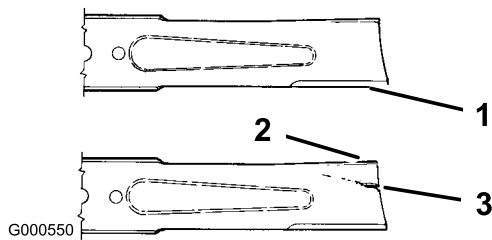

Bild 38
1. Untersuchen Sie die Schnittkanten (Bild 38). Bauen Sie, wenn die Kanten nicht scharf sind oder Kerben aufweisen, die Schnittmesser aus und schärfen sie; siehe Schärfen der Messer.
2. Prüfen Sie die Schnittmesser, insbesondere den gebogenen Bereich (Bild 38). Montieren Sie, wenn
Sie Schäden, Verschleiß oder Rillenbildung in diesem Bereich feststellen (Bild 38), sofort ein neues Schnittmesser.